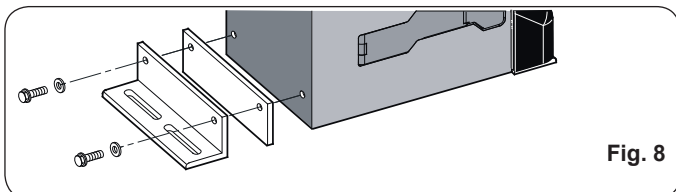

Fig. 8
1. Montar no operador as cantoneiras de fixação e os espaçadores antivibração, como na Fig. 8.